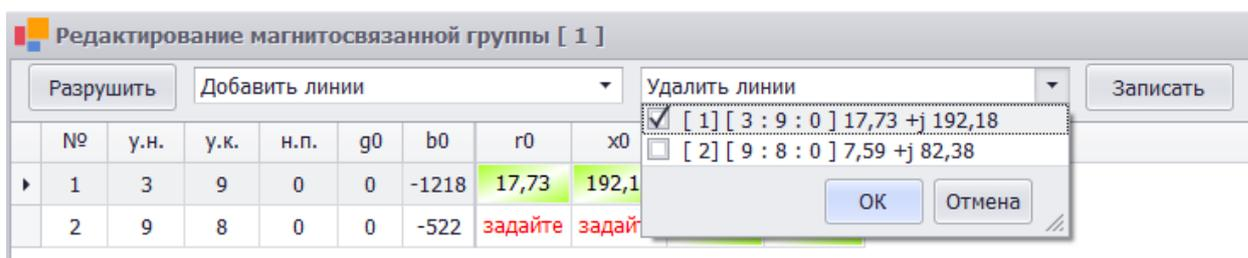

Рисунок 42 – Удаление линий в магнитосвязанной группе
3) удалять линии в группе – «Удалить линии» (рис. 42);